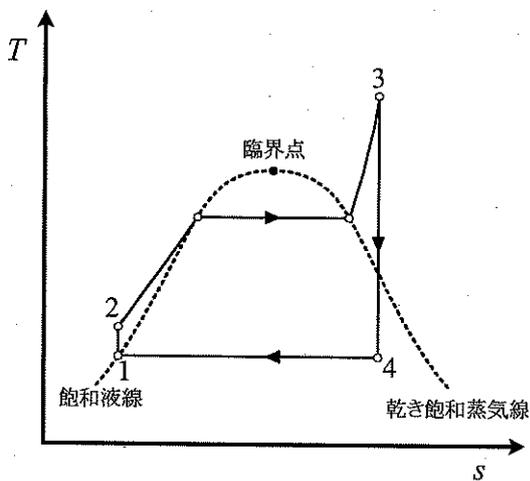

図 1
- (1) 600°C, 15.0 MPa の過熱蒸気をタービンにより 10.0 kPa まで膨張させたとき、タービン出口の湿り蒸気の乾き度  $x$  [-] と蒸気 1 kg あたりのタービン仕事  $L$  [kJ/kg] を求めなさい。
- (2) 図 1 は理想的なランキンサイクルの  $T-s$  線図であり、図中の 1~4 の数字は作動流体の状態を示す。このサイクルの理論熱効率  $\eta_{th}$  [-] を、タービン仕事  $L_T$  [kJ/kg]、タービン入口蒸気の比エンタルピー  $h_3$  [kJ/kg]、およびポンプ入口の飽和液の比エンタルピー  $h_1$  [kJ/kg] を使って表しなさい。また、タービンの入口と出口の状態が (1) と同じとき、このサイクルの理論熱効率  $\eta_{th}$  [-] の値を求めなさい。